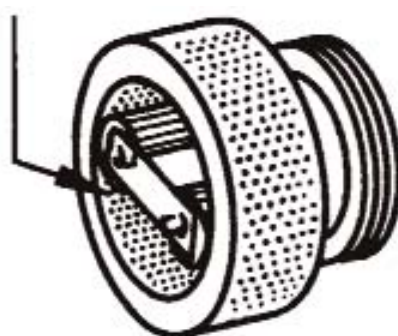

Figura 1.
1. Como prensa de matriz anular: un anillo de matriz gira alrededor de los rodillos. El producto es prensado desde el interior hacia fuera a través de los taladros de la matriz (figura 1).